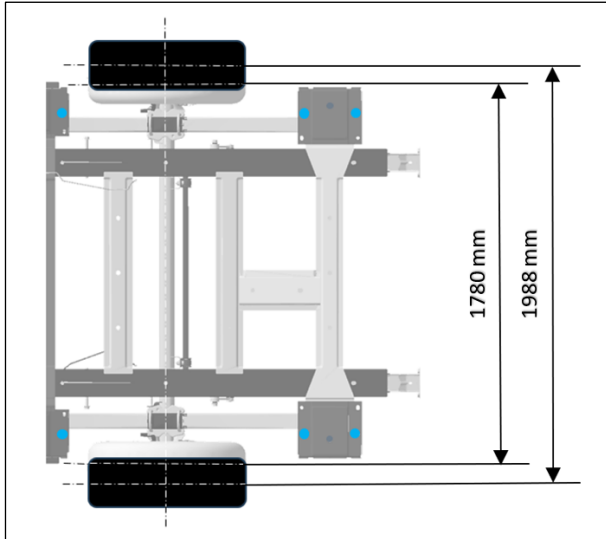

Fig. 2 : version d'essieu arrière en voie normale et en voie large
- Version d'essieu arrière : essieu à voie normale (1 780 mm) ou à voie large (1 988 mm) (voir fig. 2)